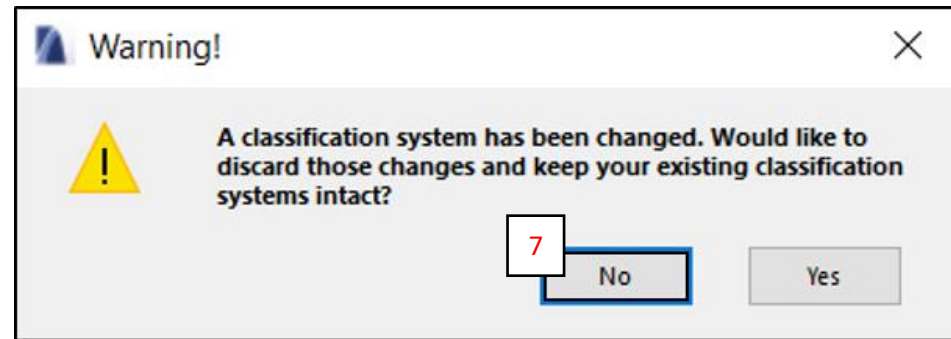

Fig. 9
- C. Se abrirá una ventana de aviso indicando que el sistema de clasificaciones ha sido cambiado al fusionar el archivo de módulo en el Proyecto de Usuario. Seleccionar el botón **NO** (7) para seguir con los cambios y traspasar la clasificación del archivo .mod. (Fig. 9)